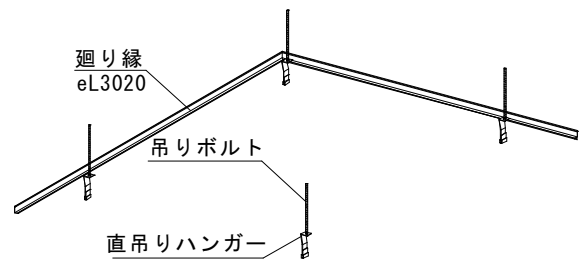

図2-8 Tバーの取付け①
- ① メインTバーをメインクロスTバーの接続位置 $1,200 \times 1,200\text{mm}$ ($1,280 \times 1,280$) で直吊りします。(図2-8 参照)